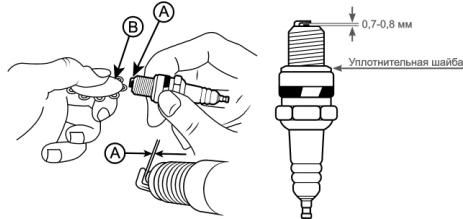

Рис. 23 Зазор между электродами свечи зажигания
4. Измерьте зазор А между электродами свечи зажигания специальным щупом В (Рис. 23). Зазор должен быть $0,7\text{--}0,8$ мм (Рис. 23). При увеличении или уменьшении требуемого зазора, рекомендуется заменить свечу, так как регулировка зазора может привести к изменению качества искрообразования.